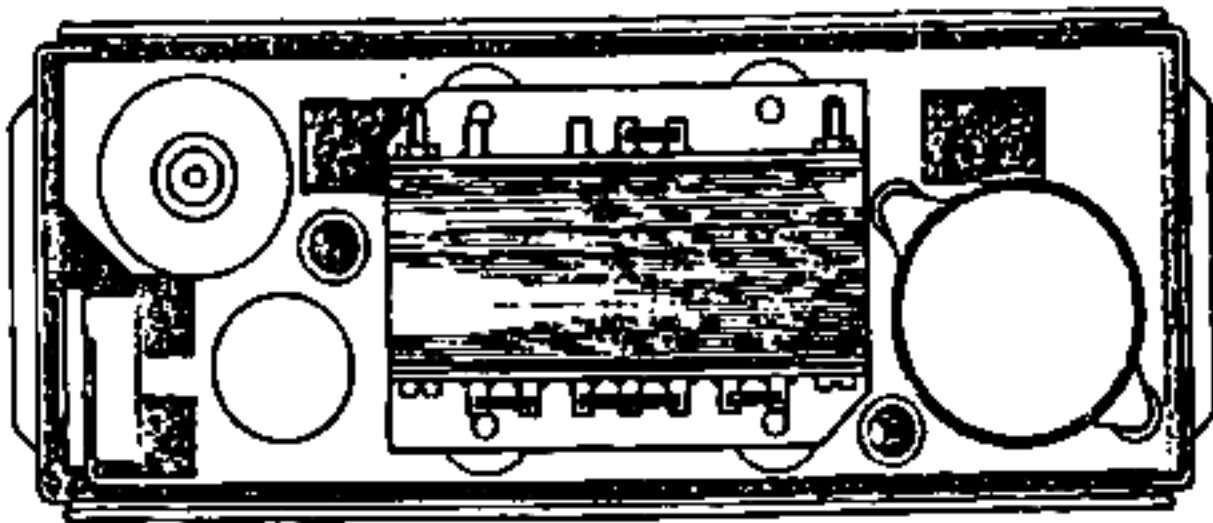
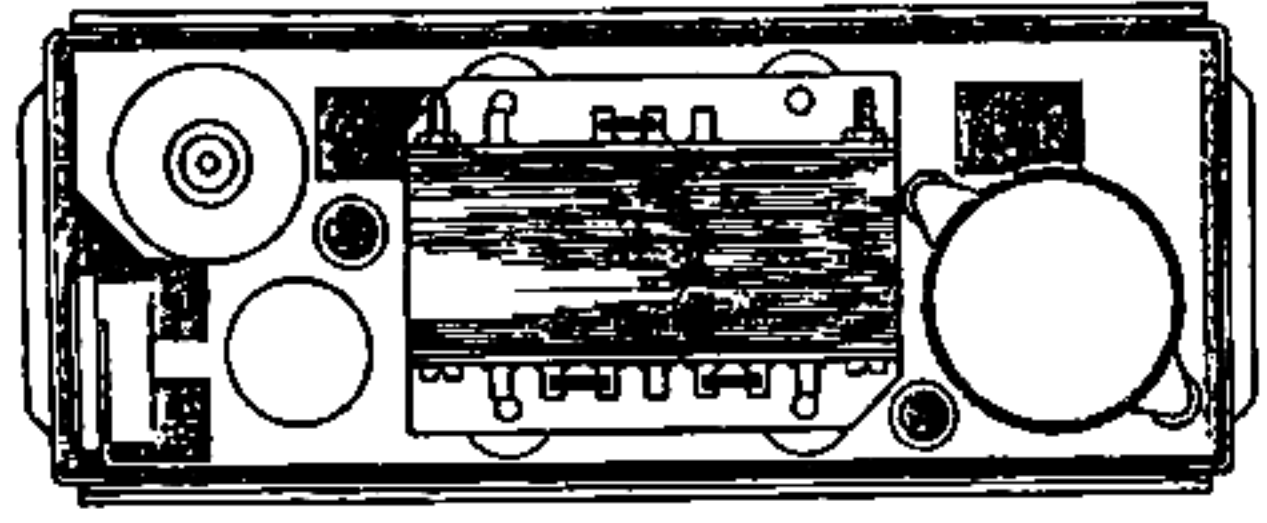

Abb. 9 Zerhacker-Trafo auf 6 V geschaltet
Abb. 10 Zerhacker-Trafo auf 12 V geschaltet
- Zerhacker-Trafo gemäß Abb. 9 bzw. Abb. 10 umschalten.